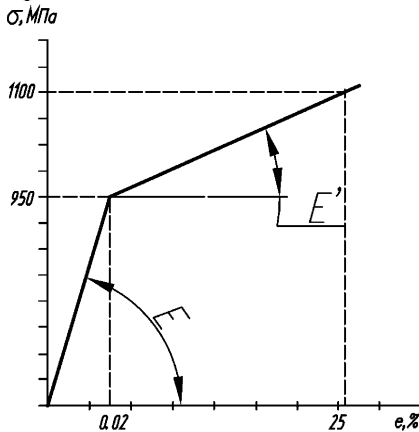

Рисунок 6.1 – Залежність деформація-напруження для сплаву ЭК79-ИД
Приклад: задайте білінійну модель зміцнення матеріалу ЭК79-ИД (рис. 6.1) і визначте величину ефективного коефіцієнта концентрації напруг, аналогічно тому, як було визначено величину теоретичного коефіцієнта концентрації.
У полі Tang Mod необхідно вказати величину дотичного модуля пружності, що визначається як тангенс кута нахилу кривої в координатах "деформація – напруження" (рис. 6.1) при напруженнях вище за межу текучості (друга частина кривої).
11. Задайте білінійну модель зміцнення матеріалу, використовуючи залежність між деформацією и напруженнями, приведену на рис. 6.1. Визначте ефективний коефіцієнт концентрації напружень від викружки паза та порівняйте його із величиною теоретичної концентрації напружень.